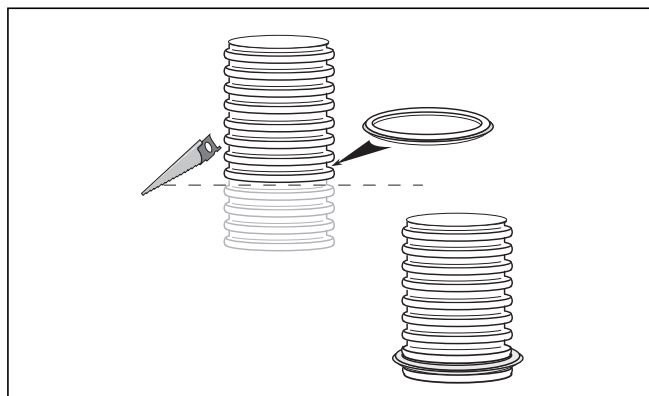

Fig. 4.29 Montage de la conduite flexible d'évacuation des fumées et du joint
- Montez ensuite le joint dans la rainure intacte se situant au plus bas de la conduite d'évacuation des fumées (cf. fig. 4.29).